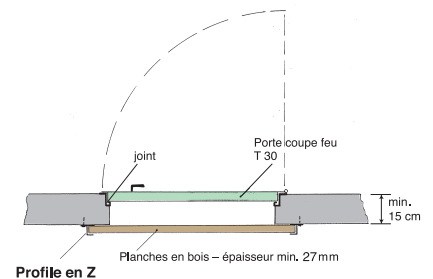

Fig.2
- **Une porte d'accès ou une trappe de visite de 80 x 80 cm minimum doit être aménagée au point haut** du silo pour faciliter toute intervention. Elle doit être protégée de la pression des granulés par un bardage intérieur de planches horizontales glissées dans 2 profilés métalliques (épaisseur des planches au moins 27 mm). (fig. 2)